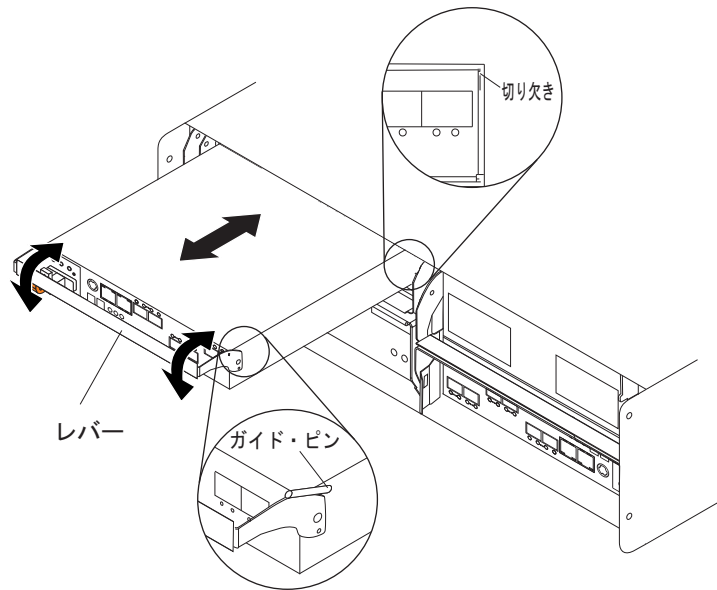

図 21. コントローラーの取り外しと交換
1. 1 つのコントローラーをスライドさせてストレージ・サブシステムの空のスロットに入れます。54 ページの図 21 に示すように、コントローラーをスライドさせて入れる際、レバーがまっすぐ引き出されていることを確認してください。